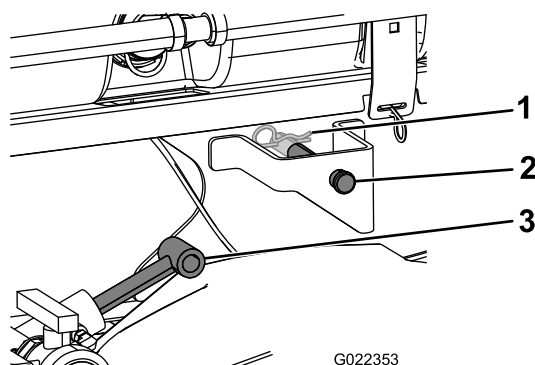

Figura 9
3. Extienda los cilindros de elevación hasta los soportes del patín del depósito y alinee los conectores del cilindro con los taladros de los soportes del patín del depósito (Figura 9).